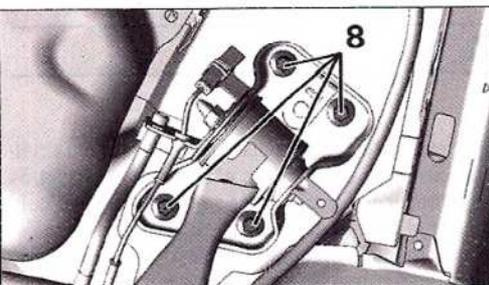

FIG. 58
Desmontar los tornillos (8) en ambos lados (Fig.58).